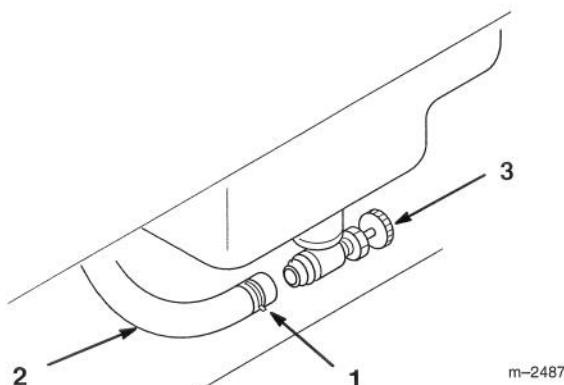

Abbildung 32
3. Die Schlauchschelle lösen und an der Kraftstoffleitung nach oben vom Kraftstoffhahn wegschieben (Abb. 32).
4. Die Kraftstoffleitung vom Kraftstoffhahn abziehen (Abb. 32). Den Kraftstoffhahn öffnen und das Benzin in einen Benzinkanister oder eine Auffangschale laufen lassen.
5. Die Kraftstoffleitung am Kraftstoffhahn anbringen. Die Schlauchschelle an den Kraftstoffhahn heranschieben, um die Kraftstoffleitung zu befestigen (Abb. 32).